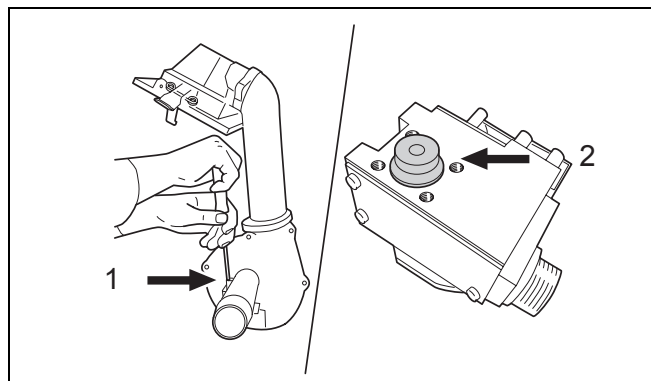

Fig. 37 Cambio dell'ugello del gas
- Allentare tre viti a stella e separare la valvola del gas dal ventilatore (fig. 37, pos.1).
- Togliere l'ugello del gas (fig. 37, pos. 2).